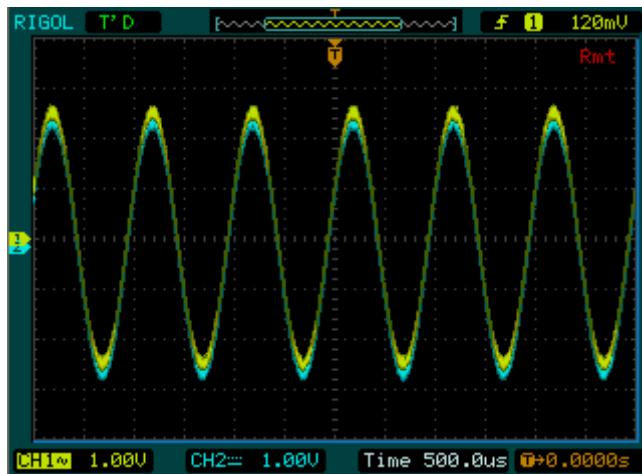
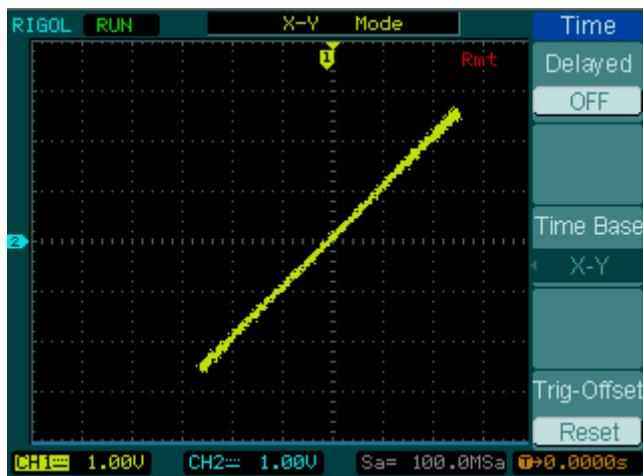

图 3-14
图 3-15
3. 如上图所示，按 [同相位] 菜单项，然后调节示波器，分别用示波器的 Y-T 模式和 X-Y 模式（李沙育图）观察信号发生器双通道输出的波形效果，如下图 3-14 和图 3-15 所示。